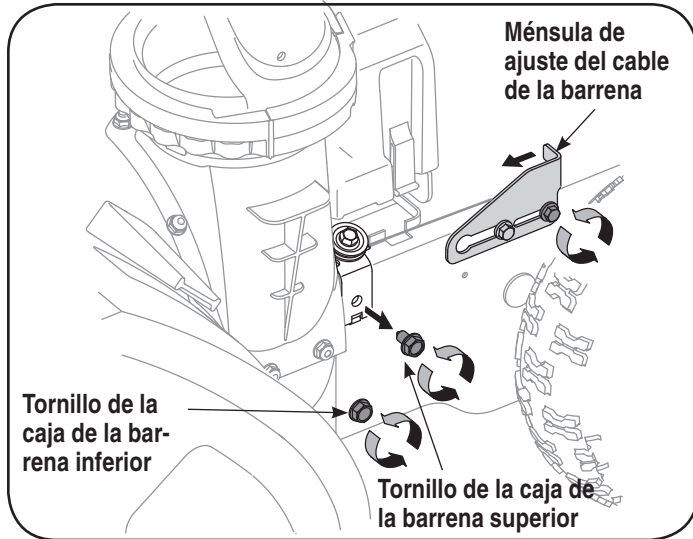

Figura 12
1. Afloje la tuerca hexagonal posterior en el soporte de ajuste del cable. Vea la figura 12.
1. Afloje el tornillo posterior en la ménsula de ajuste del cable de la barrena utilizando una llave de $\frac{3}{8}$ " y deslice el soporte completamente hacia delante para lograr el máximo juego en el cable de la barrena. Vea la figura 12.
3. Afloje el tornillo de montaje de la caja de la barrena inferior de cada lado un (1) giro completo utilizando una llave de $\frac{1}{2}$ ". Vea la figura 12.